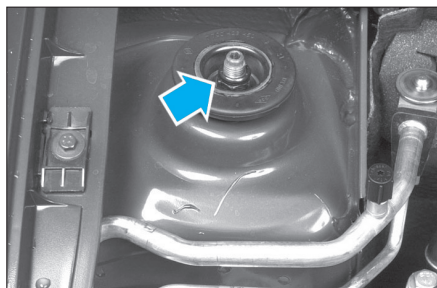

Fig. 3
- Dans le compartiment moteur, déposer l'écrou de fixation supérieure de l'élément de suspension sur la caisse (Fig.3).